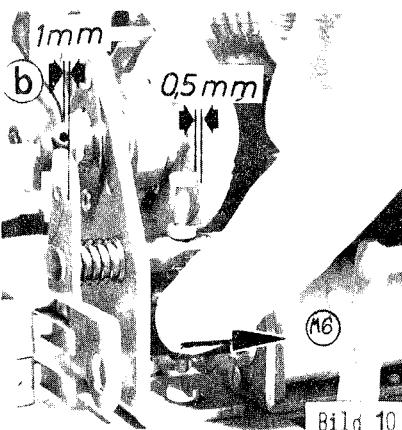

Bild 10
Der Ankerweg des A-Seiten-Magneten M6 (Bild 10) muß so sein, daß zwischen dem Kopf der A-Seiten-Stopschraube und dem Kegelrad etwa 0,5 mm Luft bleibt. Zur Einstellung die Kontermutter des Magnetkerns lösen, den Anker eindrücken und den Kern entsprechend verstetzen.
A-Side Solenoid M6: (Bild 10) Adjust stopper core (lock nut, 10 mm spanner) to have a gap of about 0,5 mm between head of stop screw and the back of the bevel wheel when the armature is fully pushed in.
L'armature de l'électroaimant de la face A, M6 (fig.10) est à régler tel que le jeu entre le goujon d'entraînement et la pince mobile soit de 0,5 mm. Pour cela, dévisser le contre-écrou (clé de 10), enfouir l'armature et régler le noyau.
3. bei eingedrücktem Anker bei -b-, Bild 10, etwa 1 mm Luft zwischen Stufenwinkel und Steuerscheibe ist, aber andererseits
- c) a gap of about 1mm at -b- of Bild 10, between driver bracket and cam, if the M6 armature is fully pushed in, but still leaving d) a little play for the stop & driver bracket shaft when in B-side position. That means that the lock nut of the B-side stop screw does not touch the magnet frame, otherwise driver bracket and cam will work rather hard when going to B-side position.
- 3) Qu'il y ait un jeu de 1 mm en -b- fig.10 entre le levier et le disque de commande en appuyant sur le levier.